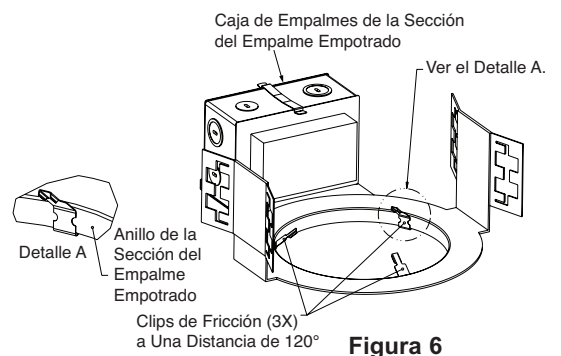

Figura 6
Paso 2. Instale cada clip por todo el anillo de la sección del empalme empotrado (a una distancia de 120°) empujándolos hacia arriba sobre la orilla del anillo de la sección del empalme empotrado (Vea la Figura 6 y el Detalle A).